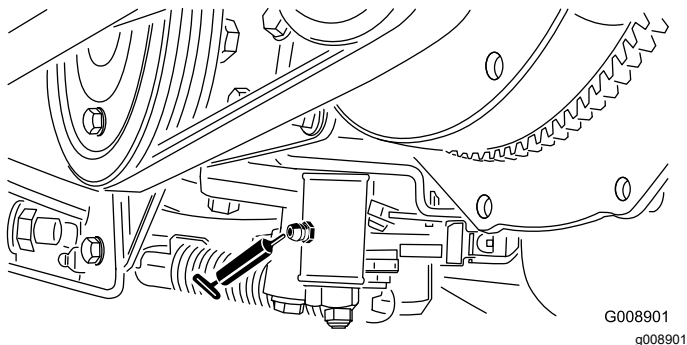

Figura 45
- Mecanismo de ajuste de punto muerto (Figura 45)